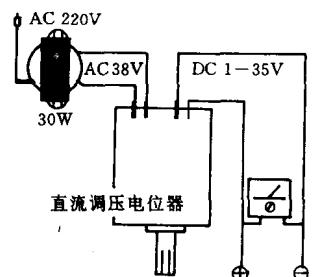

图6
此开关要求安装在离地面2米处，透镜对地面要有适当的俯角，如图6所示。开关要有一定的视场角。这样就可形成一个监控区。安装时应选最优位置与角度，使死角尽量减少。
⑧ 直流调压电位器 对变压器输出的38V交流电压可转换为1~35V可调稳压直流，在输入功率保证时输出电流最大可达1.5A。其电压调整率可达0.02%/V，负载调整率达到0.1%，比一般78系列三端稳压块性能好，适合给进口收音机供电（2V），也适于自己装一个可调的直流工作电源，为小制作、小实验供电，应用电路见图6。